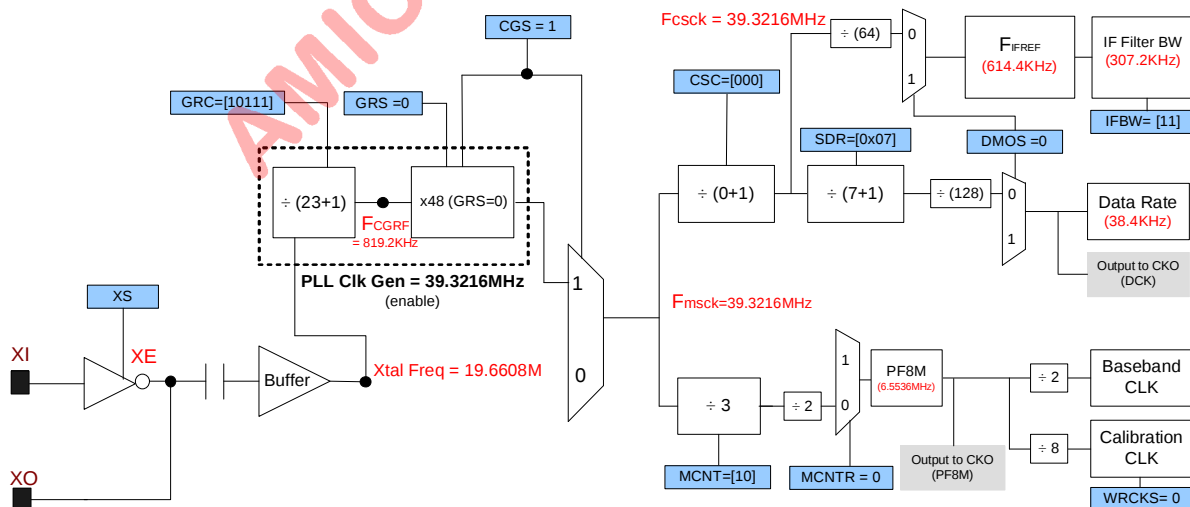

Figure 12.5 Configurations of 38.4Kbps when IFBW = 307.2KHz
5. 如果 IFBW 设定为 [11]。因为 F_{IFREF} ，IFBW 将会从 250KHz 变成 307.2KHz。(如果 IF Filter 校正成功，较高的 F_{IFREF} 会导致较大的 IF 频宽)。请参考图 12.5，并设定不同的 CSC 与 F_{CSCCK} 。